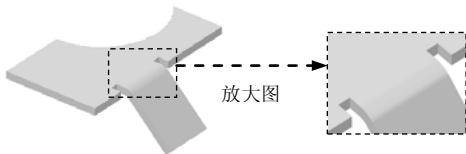

图 3.3.8 “正方形”止裂口
- ☑ ☒ **正方形(S)** 单选项：选中该单选项，在附加钣金壁的连接处，将主壁材料切割成矩形缺口来构建止裂口，如图 3.3.8 所示。